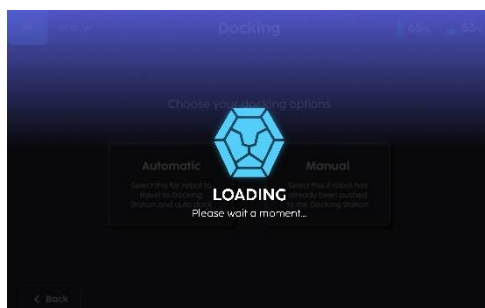

Fig. 12
5. Er verschijnt een laadscherm, gevolgd door een verzoek om het handvat omlaag te plaatsen (fig. 12 & 13).